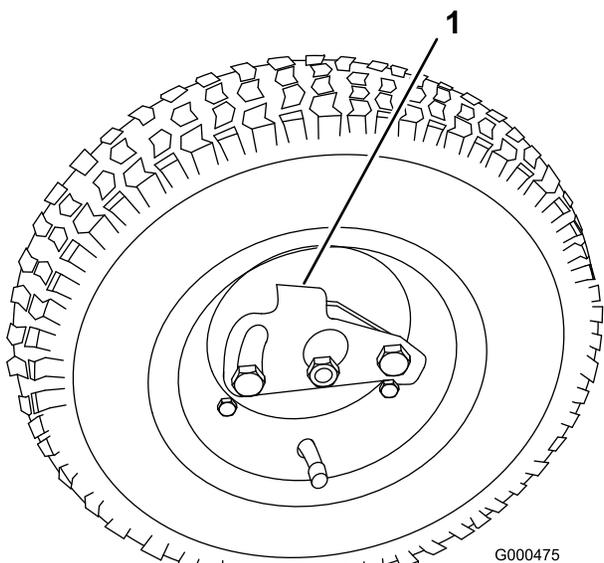

図 14
2. 車輪についているロック・クリップが車軸に掛かるようにして車輪を車軸に通す (図 14)。